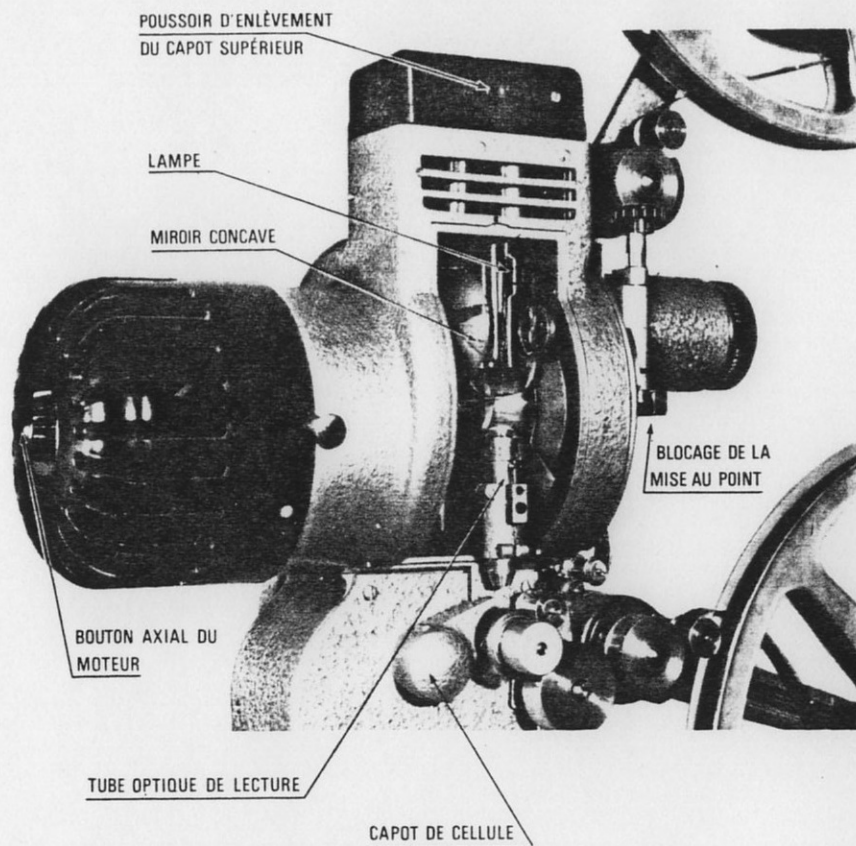
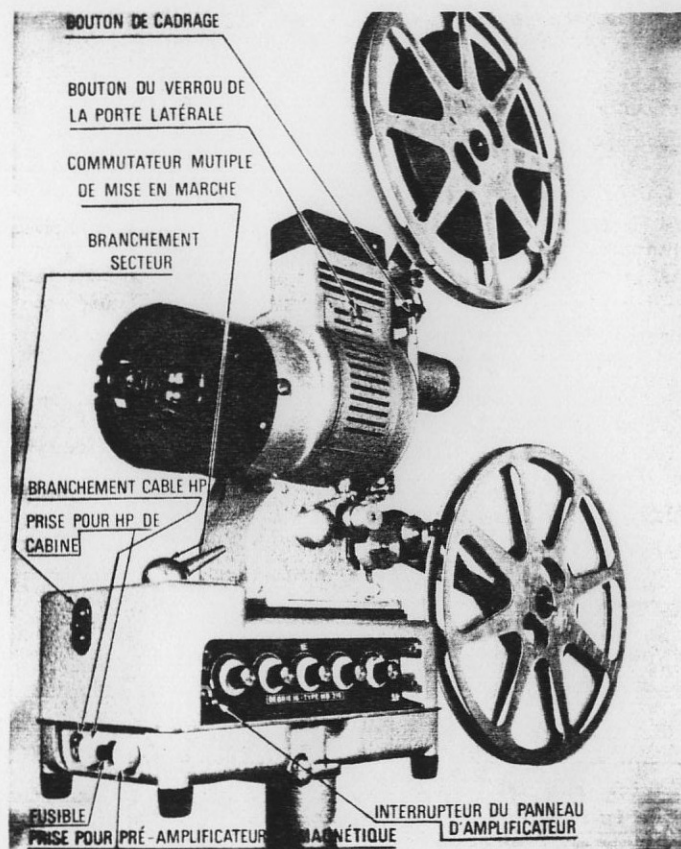

Fig. 3
Fig. 4
Retirez le capot supérieur en matière moulée, en appuyant avec le pouce et l'index sur les deux poussoirs situés sur les faces opposées (fig. 3). Enlevez la porte latérale du corps de lanterne, en abaissant (fig. 4) le bouton supérieur de fixation.
- a - Dans le coffre de transport du projecteur, se trouve un câble d'alimentation de 5 mètres de long. Il comporte, à une extrémité une prise multiple que vous enfichez en haut de l'arrière du socle du projecteur (voir fig. 4 : Branchement secteur). Cette prise multiple permet également le branchement d'accessoire tel que tourne-disque.
- b - Dans le coffre du haut-parleur, se trouve enroulé, à l'intérieur du couvercle, un câble de 25 mètres de longueur servant à relier le haut-parleur à l'amplificateur. A l'une de ses extrémités, ce câble est muni d'un bouchon cylindrique à quatre broches qui s'enfiche à la gauche de la paroi du socle; (voir fig. 4 : Branchement câble H.P.) Attention : les quatre broches ne sont pas de la même grosseur; ne pas forcer, car la fiche ne peut se placer que dans un seul sens.
Assurez-vous que le branchement est correctement réalisé en abaissant l'interrupteur du panneau d'amplificateur (fig. 4) et en constatant l'allumage du voyant situé juste au-dessus.
Manœuvrez ensuite la manette du commutateur multiple situé sur l'arrière du socle (fig. 4). Le commutateur occupe successivement les positions suivantes dans le sens des aiguilles d'une montre :
Lorsque le moment est venu d'assurer la projection, abaissez l'interrupteur de l'amplificateur (fig. 4) et attendez une à deux minutes, pour que ce dernier soit en état de fonctionnement.
Dès que les premières images sont projetées sur l'écran, manœuvrez le réglage de volume pour assurer un niveau sonore convenable, et assurez la netteté maximum des images en agissant sur l'objectif dont vous tournez la monture en sens voulu après avoir desserré momentanément le bouton de blocage (fig.3).
- Retouchez la mise au point de l'objectif, au cas où la netteté des images deviendrait déficiente, par suite de variation d'une des caractéristiques de la pellicule; ne pas oublier pour cela de desserrer le bouton de blocage (fig. 3).
- Veillez à ce que l'image reste cadrée sur l'écran; sinon, vous devez aussitôt rétablir le réglage correct en agissant sur le bouton de cadrage (fig. 4) situé à la partie supérieure de la charnière du porte-objectif.
- 2° - Ramenez au zéro le bouton de réglage de l'intensité sonore, et relevez l'interrupteur de l'amplificateur (fig. 4).
Le nettoyage doit également s'appliquer sur les éléments optiques du projecteur. A cet effet, ôtez la lampe et, par la porte latérale ouverte comme sur la figure 3, essuyez convenablement la lentille du condenseur et le miroir concave. Si ces surfaces se sont encrassées, enduisez le chiffon d'un produit de nettoyage approprié. Nettoyez également l'ampoule de verre de la lampe de projection.